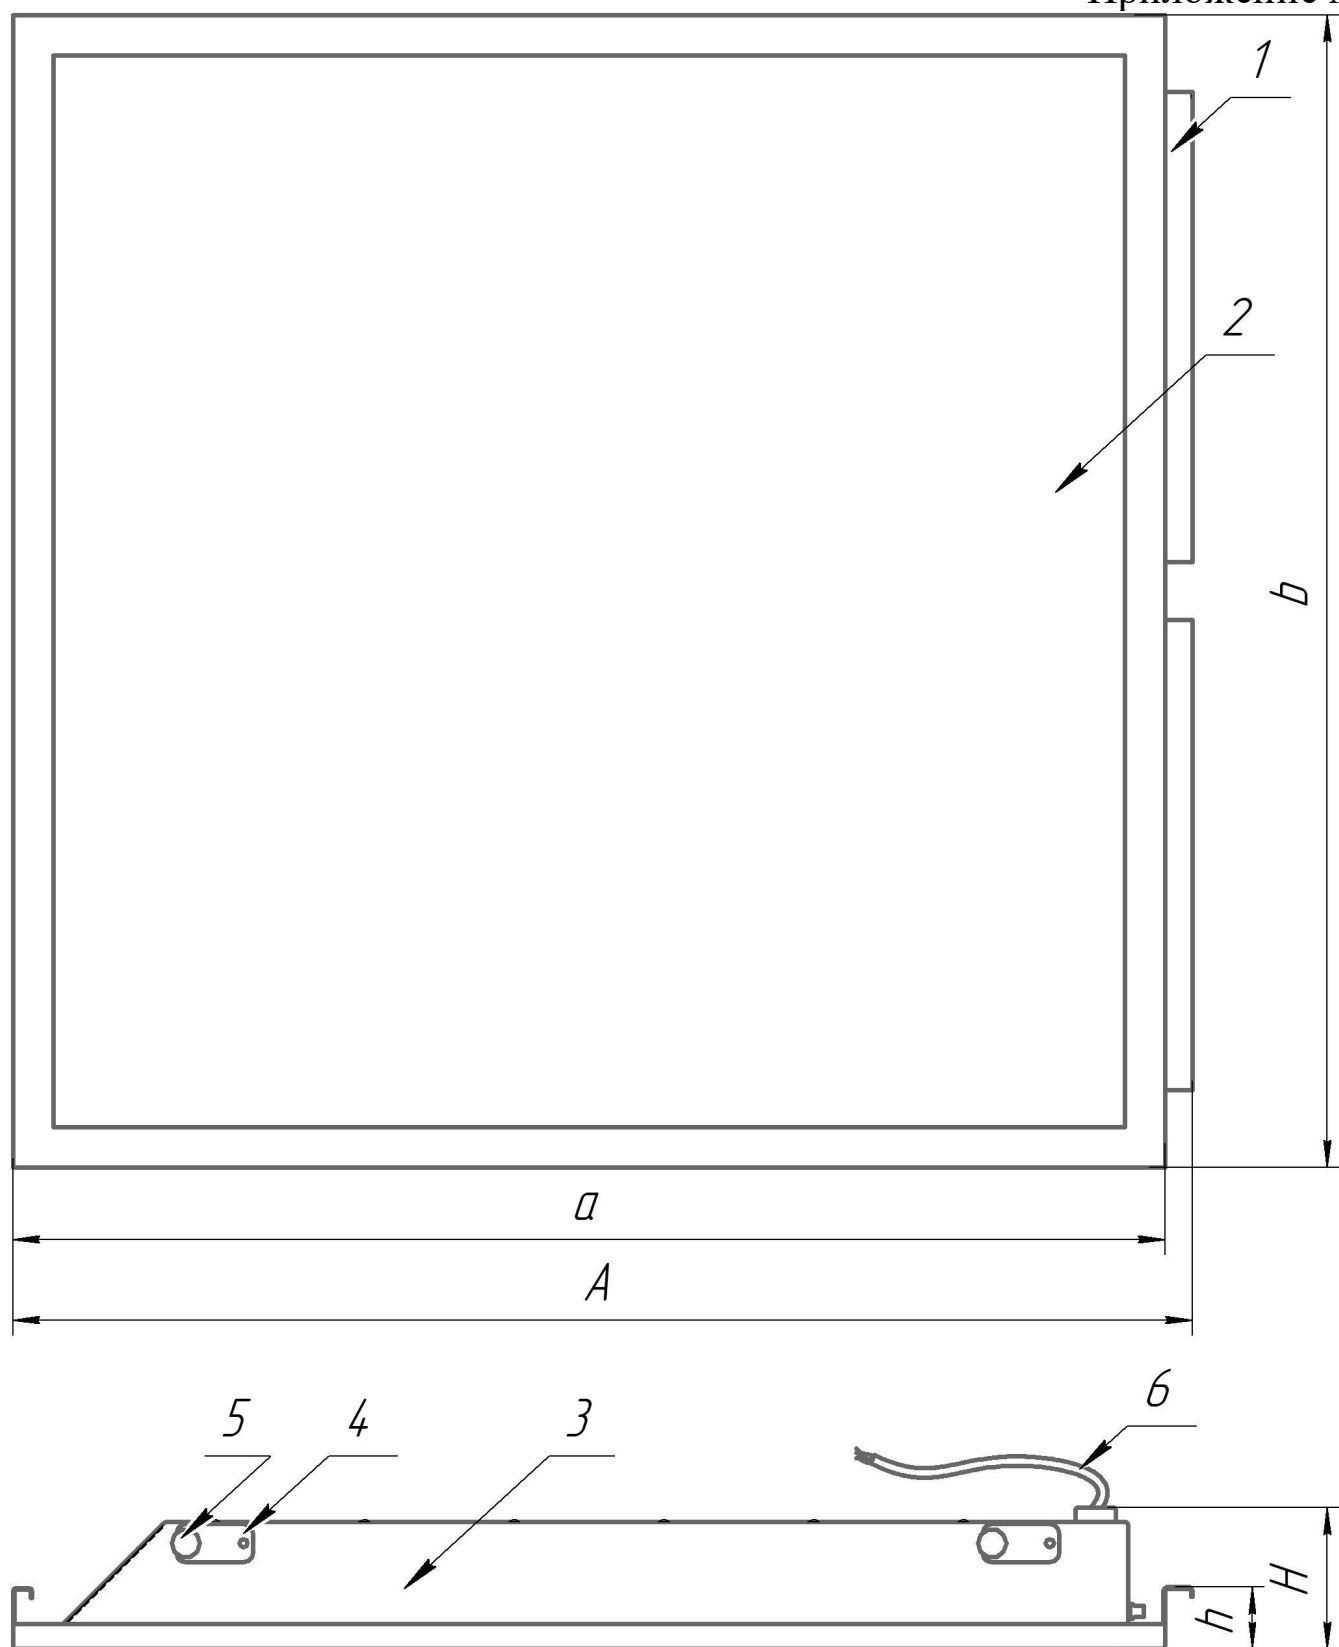

Рисунок 1 - Светильник ДВО15 НН
3.2 Светильник ДВО15 HN (рис. 1 приложения А) состоит из обечайки поз. 1, рассеивателя поз. 2, корпуса со встроенным светодиодным модулем и источником питания поз. 3, пластин подвеса поз. 4, закреплённых винтами поз. 5, и провода поз. 6.
5.5 Ослабьте винты поз. 5, поверните пластины подвеса поз. 4 в вертикальное положение и зафиксируйте их винтами (рис. 1).
5.7 Проденьте европодвесы или подходящие тросовые подвесы через отверстия пластин подвеса (поз. 4 рис. 1) светильника и закрепите их на запотолочной поверхности.